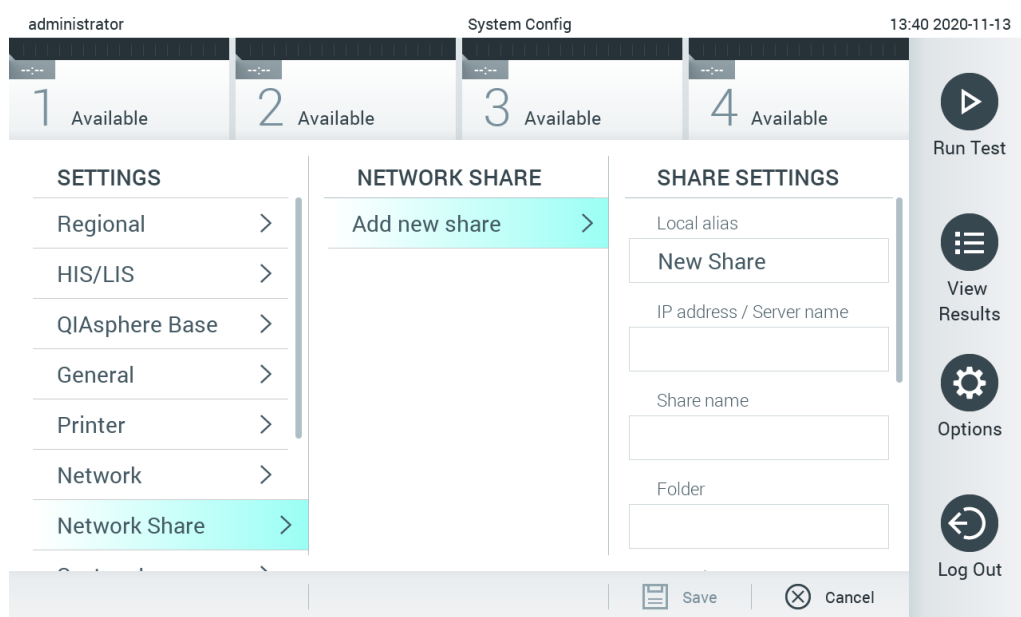

Figura 76. Adicionar uma partilha de rede.
3. Prima o botão Add new share (Adicionar nova partilha) (Figura 76).